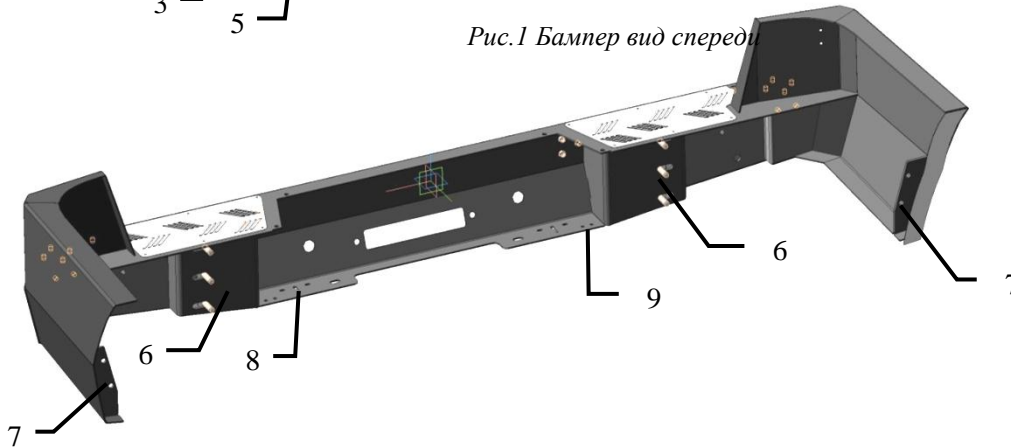

Рис.2 Бампер вид сзади
7. Выровнять площадку лебедки по высоте, закрепить к бамперу через пазы 8 и 9 с помощью двух болтов М10 (рис. 2). Слегка подтянутые болты должны позволять свободно перемещаться болтам в пазах и давать возможность перемещаться бамперу относительно площадки лебедки.